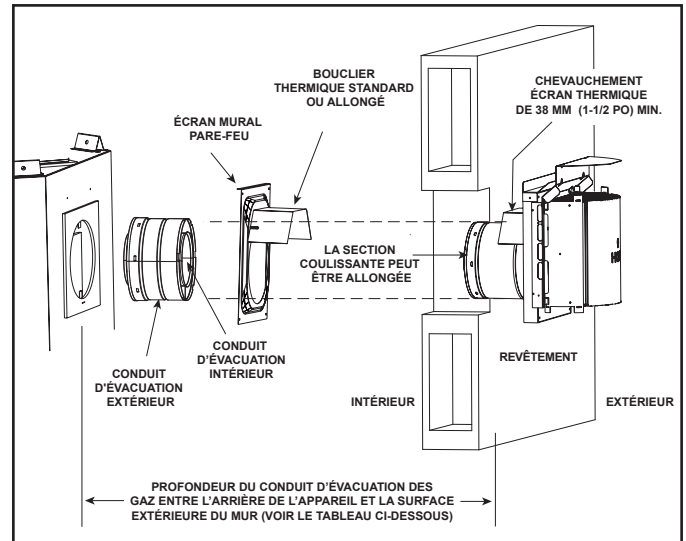

Figure 7.14 Conduit d'évacuation traversant le mur
- **NE PAS** enlever les écrans thermiques fixés à l'écran mural pare-feu et au chapeau de l'extrémité horizontale (présenté à la figure 7.14).